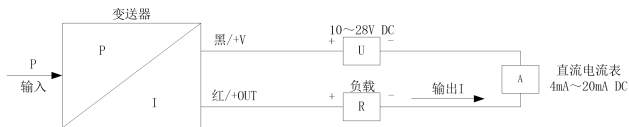

图 7
a) 两线制 4mA~20mA DC 输出的电气连接方法见图 7。